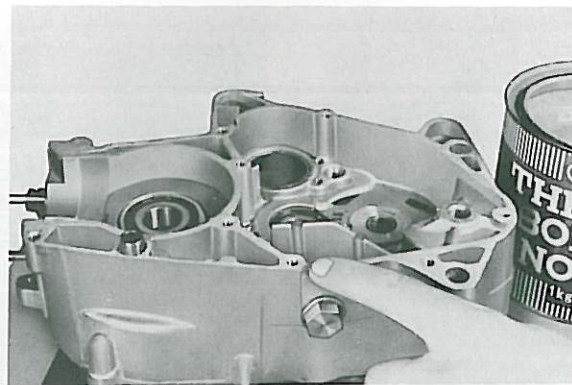

Fig. 3-4-8
1. Apply Yamaha Bond No. 4 to the mating surfaces of case halves. Apply thoroughly, over all mating surfaces. (Fig. 3-4-8)
1. Appliquer du Yamaha Bond No. 4 sur les surfaces d'appui des demi-carter. Les surfaces d'appui doivent être enduites complètement, sur toute leur longueur (Fig. 3-4-8), et il est préférable d'appliquer l'enduit d'étanchéité sur les deux surfaces d'appui (demi-carter droits et gauches).
1. Yamaha-Dichtmittel Nr. 4 auf die Auflagefläche einer Gehäusehälfte auftragen. Es muß gründlich über die gesamte Auflagefläche aufgebracht werden. (Fig. 3-4-8)